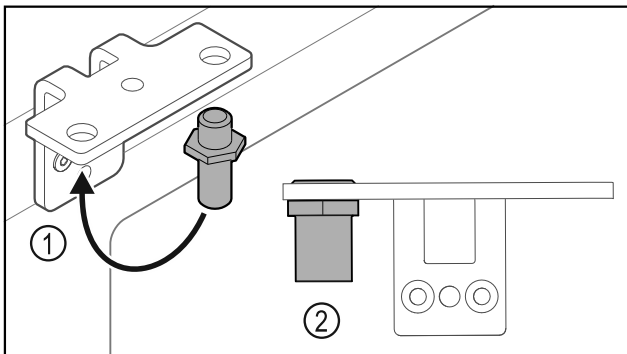

Fig. 28
- ▶ Μεταφέρετε τον πείρο Fig. 28 (1) στη γωνία μεντεσέ.
- ▶ Σφίξτε τον πείρο Fig. 28 (2) με **ροπή 12 Nm**.